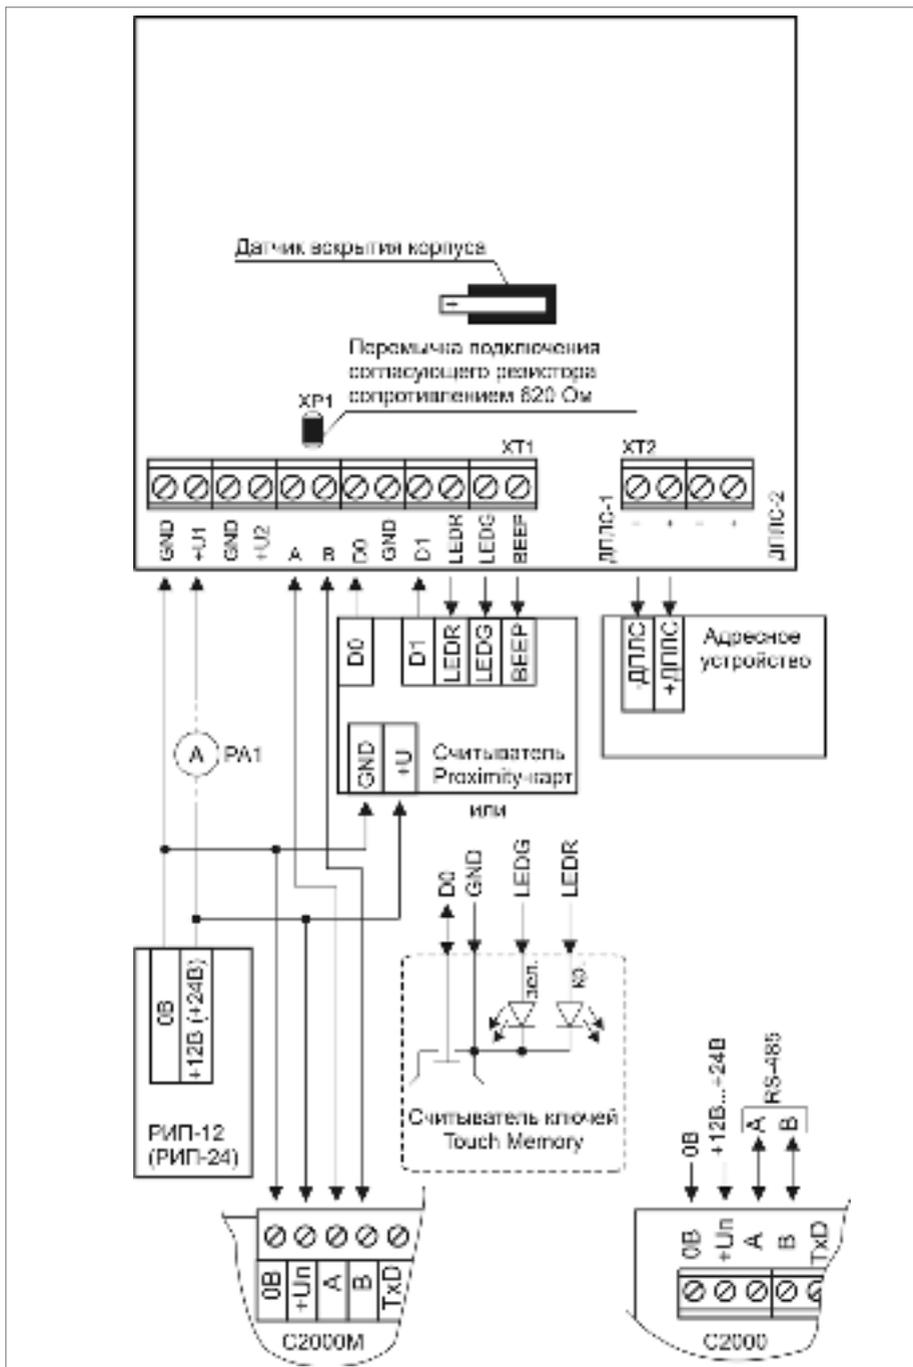

Рисунок 3. Схема подключения контроллера «С2000-КДЛ» при проверке
2.2. Подключите контроллер по схеме, приведенной на рис. 3, 4.
2.8. После проведения общих проверок по схеме на рис. 3, 4 отключите источник питания от клемм «+U1» и «0В» и подключите его к клеммам «+U2», «0В».